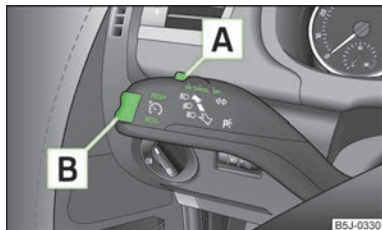

Fig. 84
- Apăsați comutatorul **A** » fig. 84 în poziția **ON**.
- Apăsați butonul basculant **B** » fig. 84 la pagina 84 » pagina 84 în poziția **RES**.
- Viteza memorată se poate reduce prin apăsarea butonului basculant **B** » fig. 84 la pagina 84 în poziția **SET**.
Sistemul de control automat al vitezei de deplasare se **dezactivează temporar** prin apăsarea comutatorului **[A]** » fig. 84 la pagina 84 în poziția **CANCEL**, respectiv dacă se apasă și pedala de frână sau de ambreiaj.
» Apăsați comutatorul **[A]** » fig. 84 la pagina 84 spre dreapta, în poziția **OFF**.